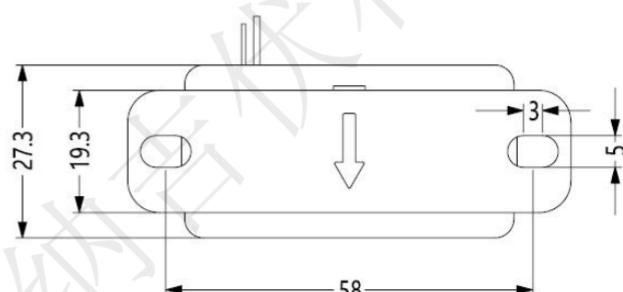

图 1
- 紧固点: 垂直方向 2 孔, 间距 58mm, 如图 1 所示。